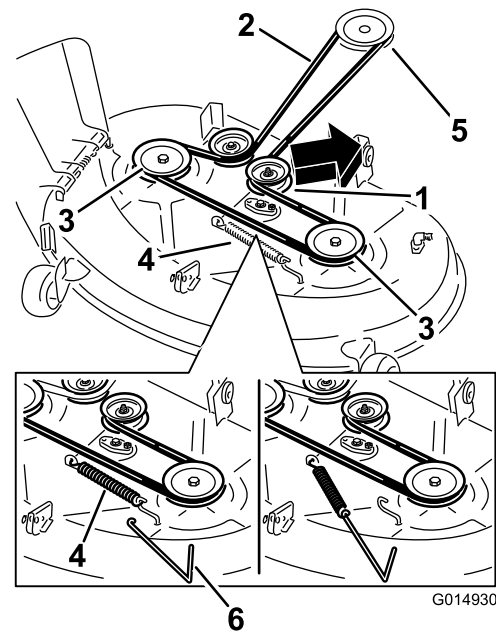

Figura 55
4. Usando una herramienta para la retirada de muelles (Pieza Toro N° 92-5771), retire el muelle tensor del gancho de la carcasa para eliminar la tensión de la polea tensora, y retire la correa de las poleas (Figura 55).
5. Pase la correa nueva alrededor de las poleas del motor y del cortacésped (Figura 55).
6. Usando una herramienta para la retirada de muelles (Pieza Toro N° 92-5771), instale el muelle tensor sobre el gancho de la carcasa y tense la polea tensora y la correa (Figura 55).